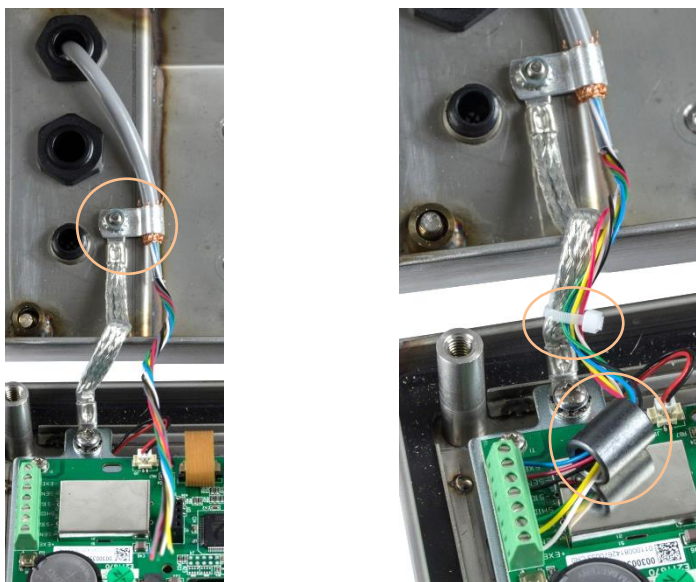

Figure 2-32 : Installation de la ferrite du câble d'un capteur analogique avec mise à la masse sur le châssis, IND236
21. Connectez le serre-câble de mise à la masse à l'enceinte en utilisant la vis de fixation de la tresse de charnière, comme sur la Figure 2-32 (à gauche).